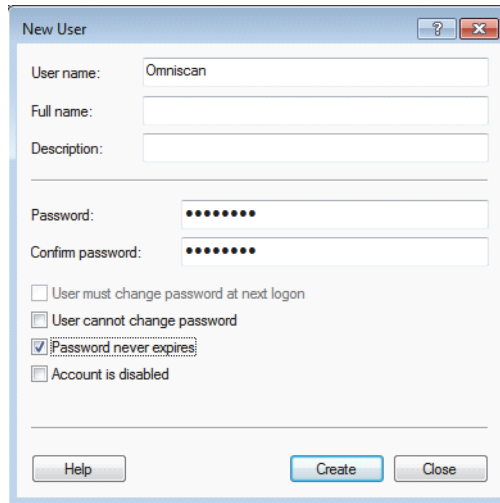

Figura 7-26 Caixa de diálogo Novo usuário (Windows 7)
5. Na caixa **Nome do usuário** da caixa de diálogo **Novo usuário**, digite **Omniscan**, respeitando a grafia do exemplo (veja Figura 7-26 na página 237).